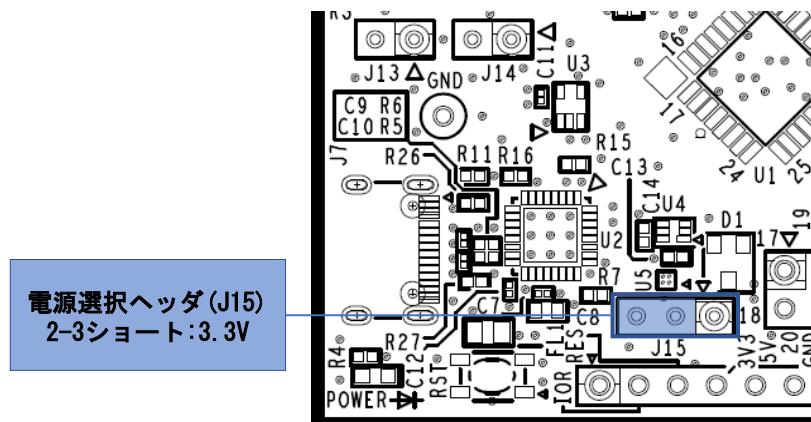

図 5-6: 3.3V 使用時のヘッダ設定(部品面)
- ・ J15 2-3 ショート : 3.3V 電源を選択。(図 5-6)